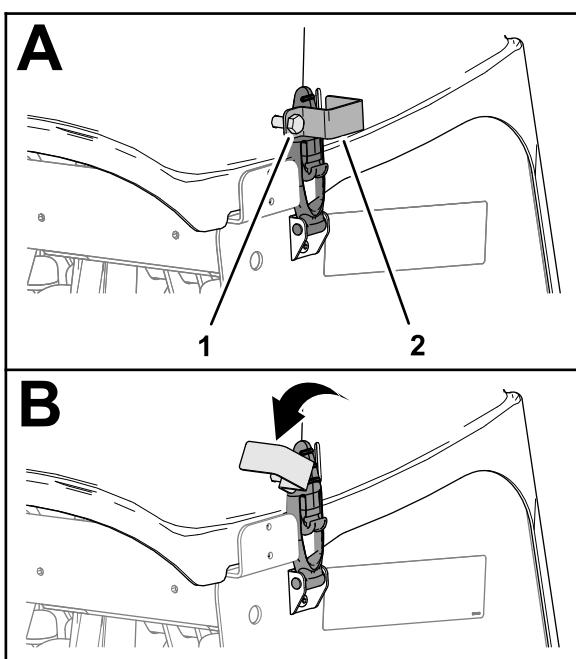

Рисунок 149
2. Поверните стопорную пластину, чтобы освободить фиксатор (Рисунок 149).